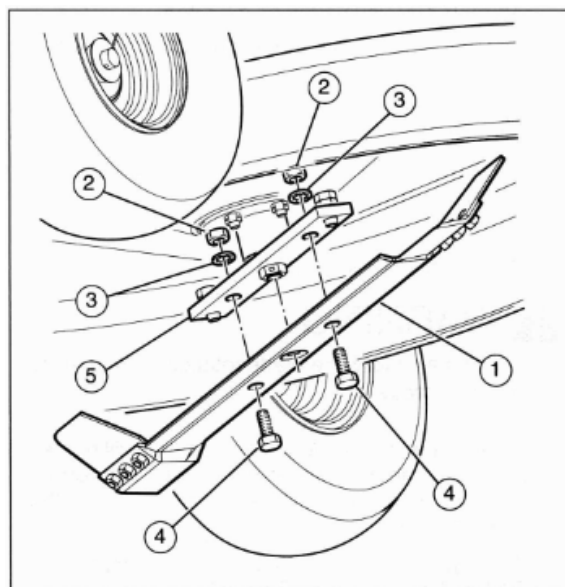

Рис. 20
- Часто проверяйте нож (1) на наличие износа, повреждений (см. рис. 20).
- Регулярно проверяйте состояние и затяжку гаек (2), крепящих нож.
3. Отверните гайки (2), шайбы (3) и болты (4) крепления ножа (1) (см. рис. 20).
6. Установите нож на оправке (5).
8. Закрепите нож с помощью оригинальных болтов (4), шайб (3) и гаек (2).